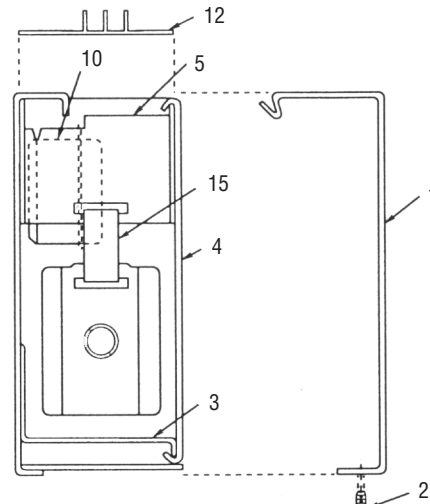

Figura 1
11. Al montar el calefactor, tenga cuidado de asegurar el calefactor a la estructura de la edificación y evite dañar los componentes internos del calefactor. No remueva la rejilla durante la instalación ya que esto podría cambiar la posición o dañar los cables internos instalados en fábrica, vea la Figura 1, ítem 12.
NOTA: No remueva la rejilla (12, Figura 1) durante la instalación.